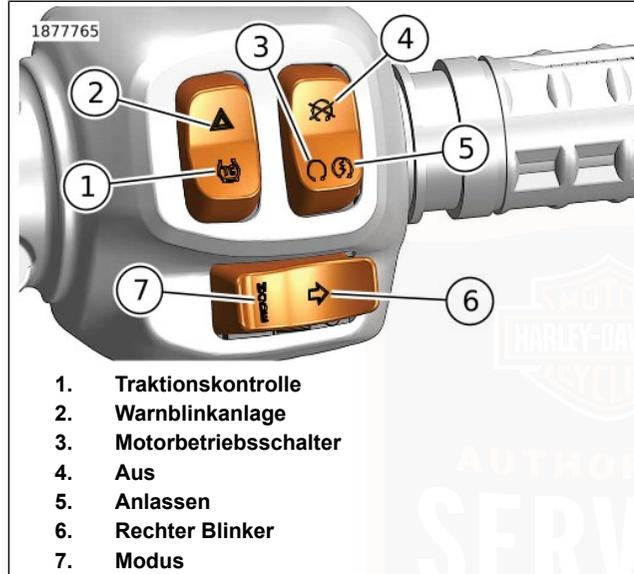

Abbildung 30. Rechtes Handbedienmodul (RHCM)
2. Siehe Abbildung 30. Den Motorbetriebsschalter auf RUN (Ein) (3) stellen.